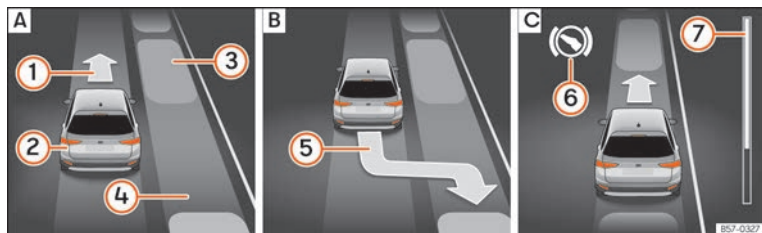
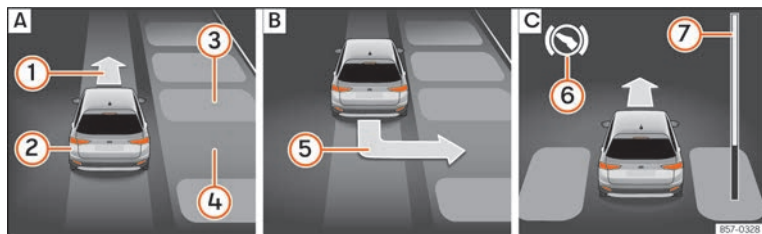

Fig. 282 Sul display del quadro strumenti: parcheggiare in linea. **A** Cercare uno spazio di parcheggio. **B** Posizione di parcheggio. **C** Manovra.
Fig. 283 Sul display del quadro strumenti: parcheggiare a pettine. **A** Cercare uno spazio di parcheggio. **B** Posizione di parcheggio. **C** Manovrare.
Legenda della **fig. 282** e **fig. 283**:
La barra di avanzamento **»» fig. 282 ⑦** e **»» fig. 283 ⑦** mostra simbolicamente nel display del quadro strumenti la distanza relativa ancora da percorrere. Maggiore è la distanza, maggiore sarà il riempimento della barra di avanzamento. Circolando con la marcia in avanti, il contenuto della
2.	Nella visualizzazione del display del quadro strumenti controllare se lo spazio è stato rilevato come "idoneo" ed è stata raggiunta la posizione corretta per parcheggiare » fig. 282 [B] o » fig. 283 [B].
OPPURE: retrocedere finché nel display del quadro strumenti non comparirà l'indicazione di spostarsi con la marcia in avanti » fig. 282 [C] o » fig. 283 [C].
9.	L'assistente di parcheggio dirige il veicolo con la marcia in avanti o in retromarcia fino a posizionarlo al centro dello spazio di parcheggio » fig. 282 [C] o » fig. 283 [C].